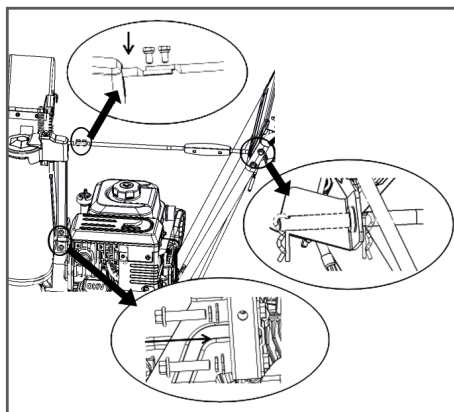

Рис. 5 Фиксация желоба на корпусе
- b. Стойку механизма поворота желоба установите в кронштейн (Рис. 5) и закрепите ее двумя болтами М8 × 40 с пружинными и обычными шайбами.